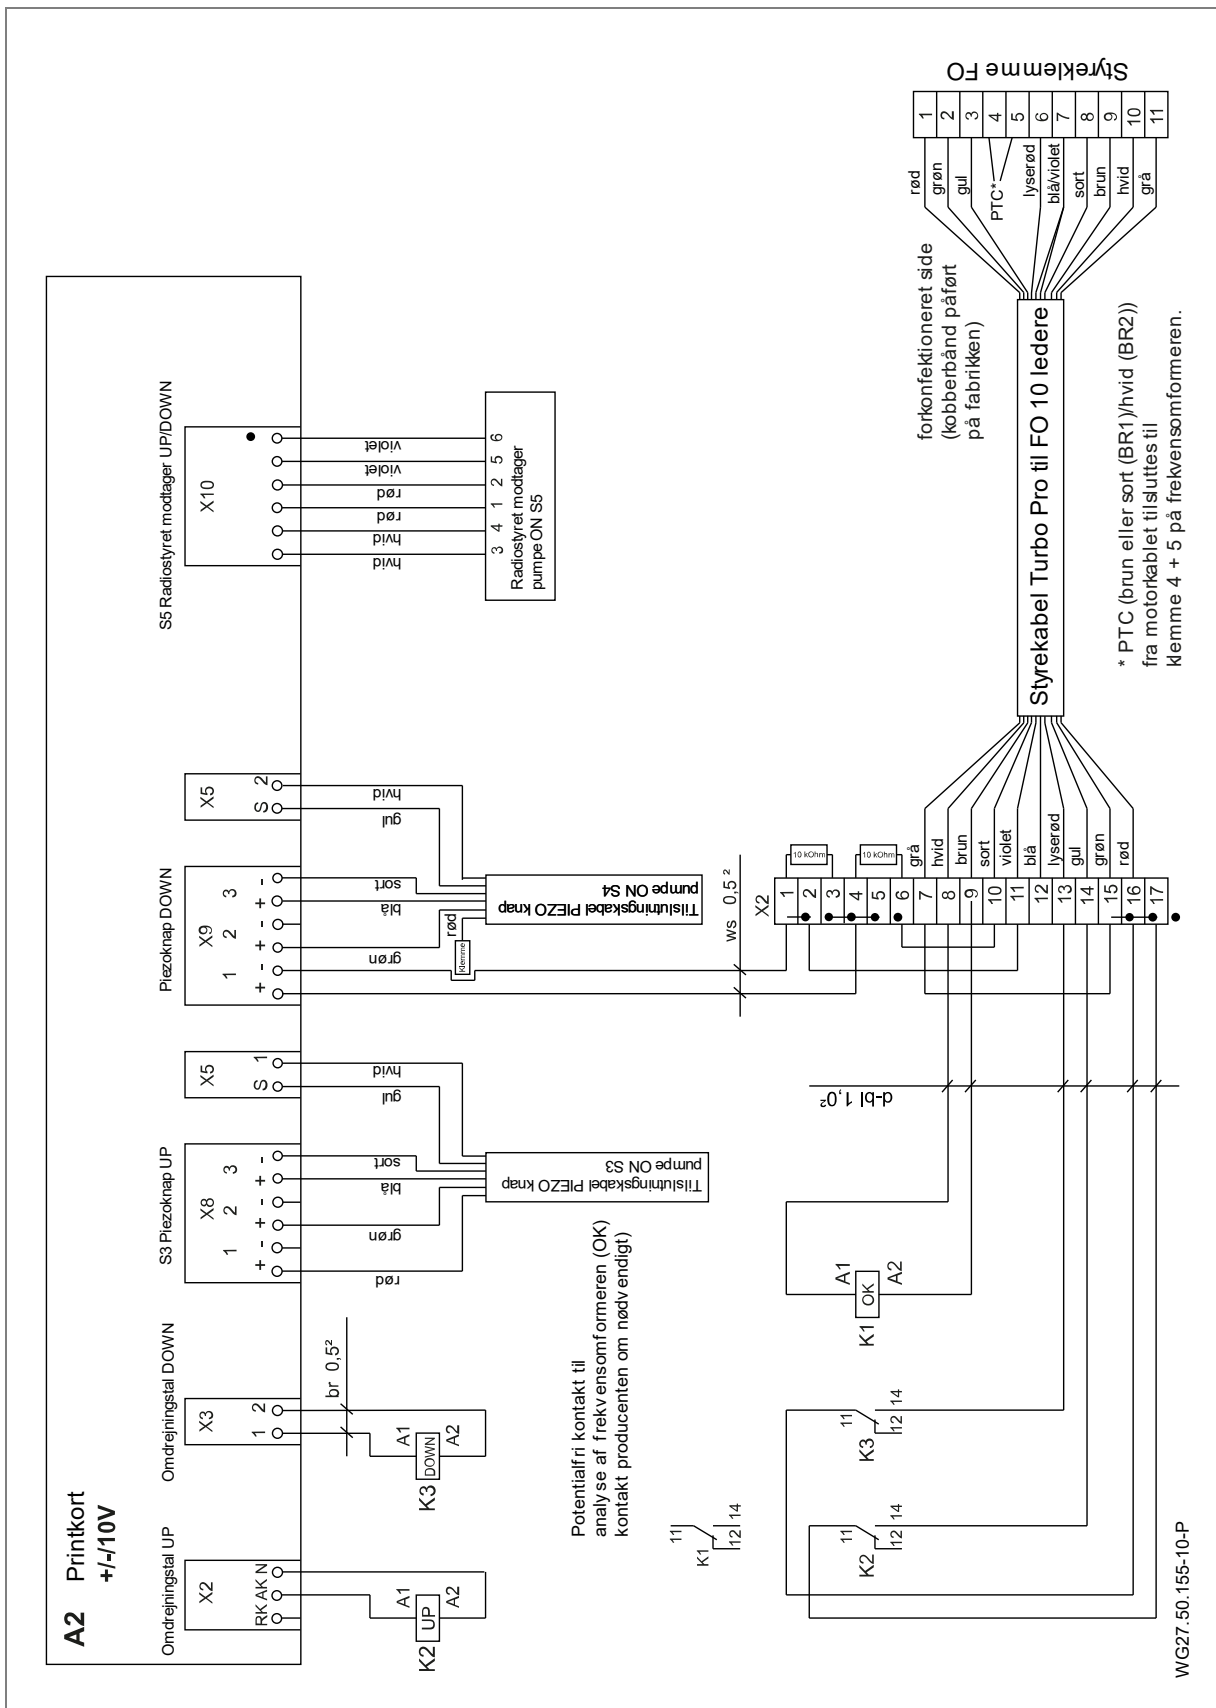

Fig. 20
14. Lederne til PTC (brun eller sort (BR1)/hvid (BR2)) skal trådføres iht. forbindelsesdiagrammet. Se "Fig. 20" på side 25.